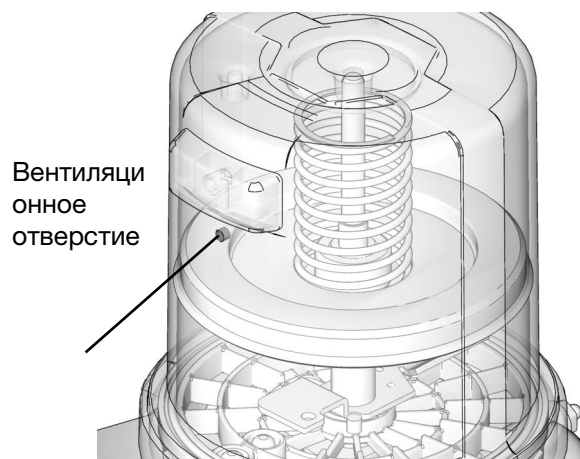

Рис. 9
3. Заправляйте консистентную смазку в резервуар до тех пор, пока прижимная пластина не откроет вентиляционное отверстие (Рис. 9) и из резервуара не выйдет большая часть воздуха.